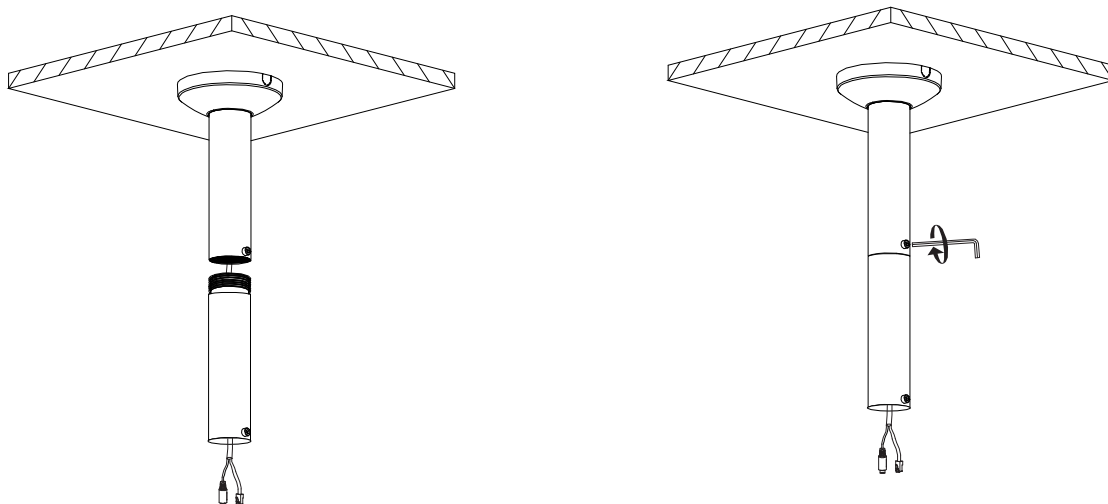

Рисунок 4.6 – Монтаж
9. С помощью ключа «Шестигранник» затяните фиксирующий винт M6×8 потолочного кронштейна BOLID BR-104 (Рисунок 4.6) для фиксации адаптера-удлиннителя.
11. С помощью ключа «Шестигранник» затяните фиксирующий винт M6×8 адаптера-удлиннителя BOLID BR-301 (Рисунок 4.6) для фиксации монтажного адаптера BOLID BR-306.